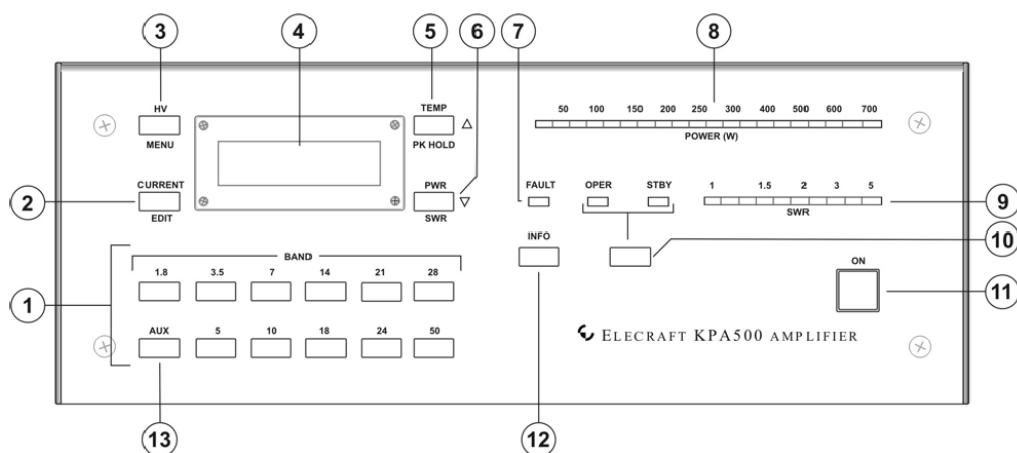

Рисунок 2. Передняя панель KPA500.
- Установить выключатель сети {3} на задней панели в положение «Вкл» (On) (I).
- Нажать на выключатель **ON** {11} на передней панели (рис. 2). Должен засветиться ЖК-дисплей.
- Нажать выключатель **HV** {3} (высокое напряжение) (рис. 2) и запомнить значение напряжения на дисплее. Оно должно быть между 65-85 В. Если высокое напряжения за пределами указанных значений, следует нажать на выключатель **ON**, чтобы выключить KPA500, дождаться полной остановки вентилятора, а затем установить выключатель сети на задней панели в положение «Выкл» (O). Вентилятор работает, чтобы сбросить питающее напряжение до безопасного значения. Не допускается отключать сетевой кабель или устанавливать двухполюсный выключатель в выключенное положение до остановки вентилятора.
- ЗАМЕЧАНИЕ:** Если при включении выключателя **ON** загорается красный индикатор FAULT {7} (рис. 2), это означает, что питающее напряжение выше верхнего допустимого значения. Следует установить отвод трансформатора с меньшим (по таблице) значением и повторить проверку.